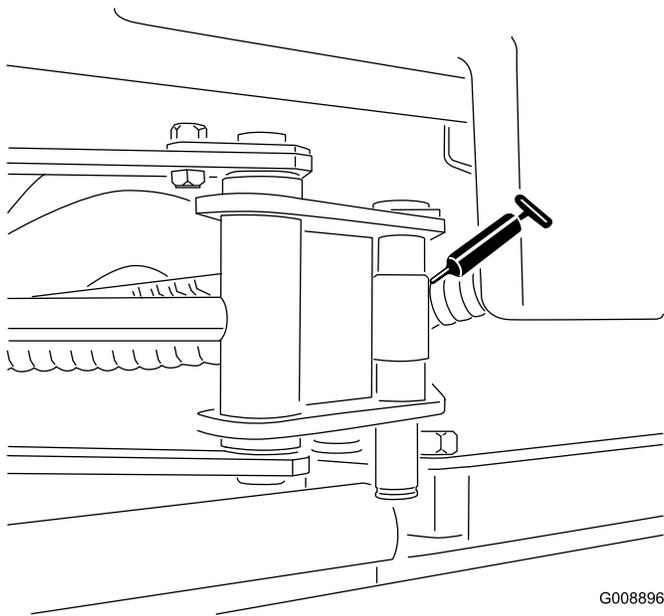

図 52
- サイドワインダーのシリンダ端部2ヶ所モデル03170のみ 図 52